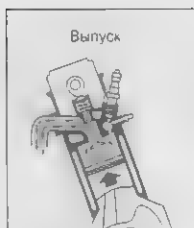

Рис. 7.10. Такт выпуска
- ✓ **Такт 4 — выпуск.** Когда поднимается поршень, открывается **выпускной клапан** и поршень выталкивает отработавшие газы из цилиндра (рис. 7.10).
Существенная разница между обычной машиной с двигателем внутреннего сгорания без газа (рис. 7.10). Несколько сотен атмосфер (до 240 бар) требуют хранения сжиженного газа в баллонах, рассчитанных на такое давление. Баллоны обычно имеют сферическую форму